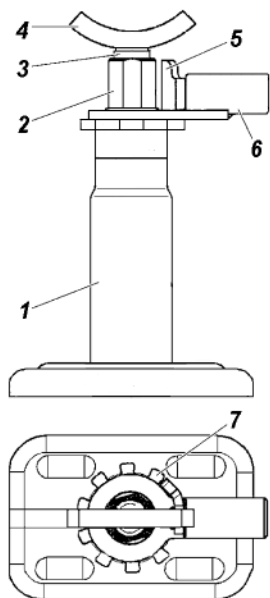

Рис. 10.1. Домкрат:
**Домкрат** (рис. 10.1) предназначен для вывешивания колес автомобиля при его техническом обслуживании или ремонте. Грузоподъемность домкрата – 2 т. Начальная высота подхвата – 200 мм. Наибольшая высота подъема домкрата – 460 мм.